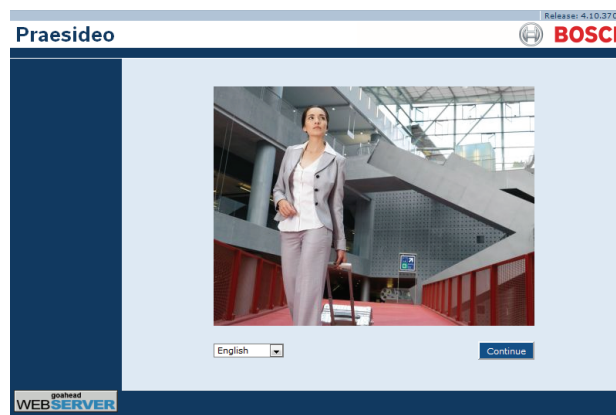

figura 37.6: Página de inicio de la interfaz Web de Praesideo.
- 2 Ponga la dirección IP del controlador de red en la barra de dirección. No ponga ceros iniciales en la dirección IP. Por ejemplo, si la dirección IP mostrada en el controlador de red es 192.168.000.015, deberá poner 192.168.0.15 en la barra de dirección. Se mostrará una pantalla similar a la indicada en figura 37.6.